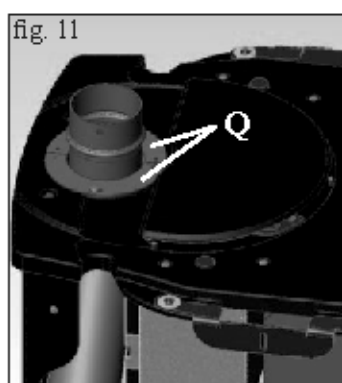

fig. 11
- Posizionare attorno al tubo uscita fumi le due chiusure in lamiera (Q - fig. 11) e fissarle tramite viti.